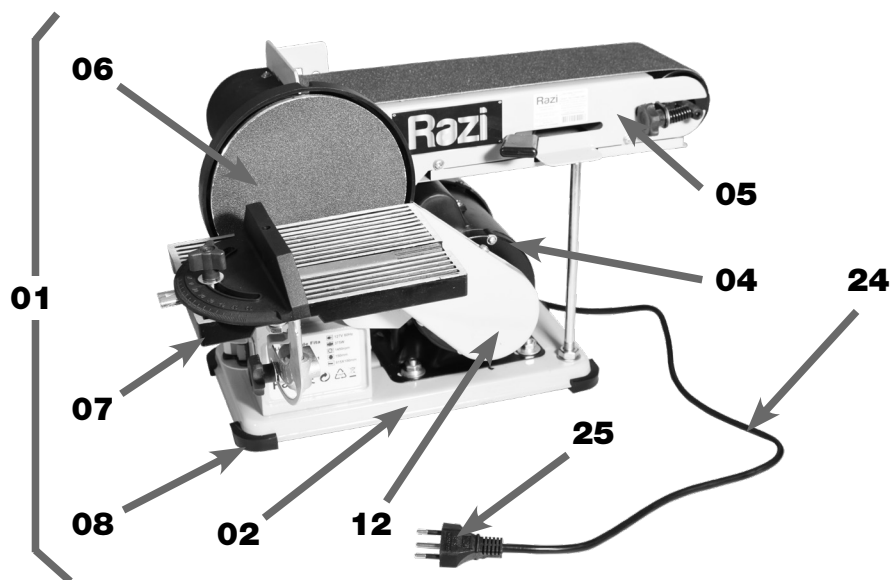
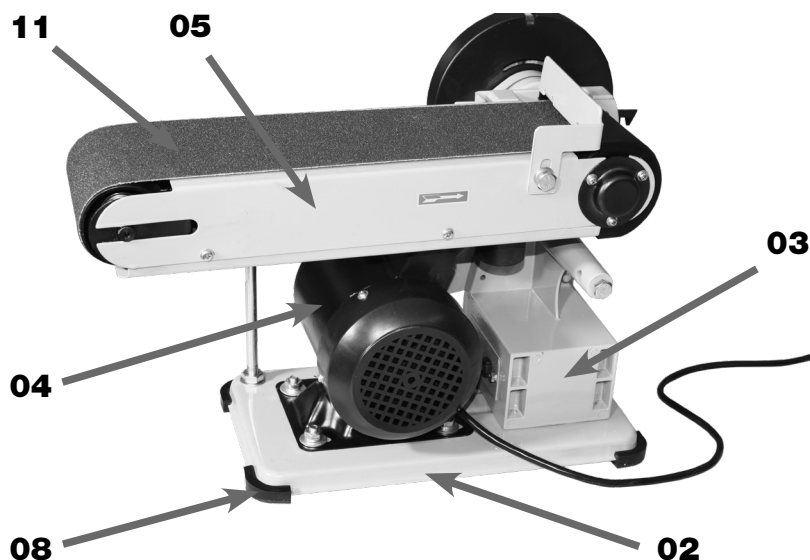
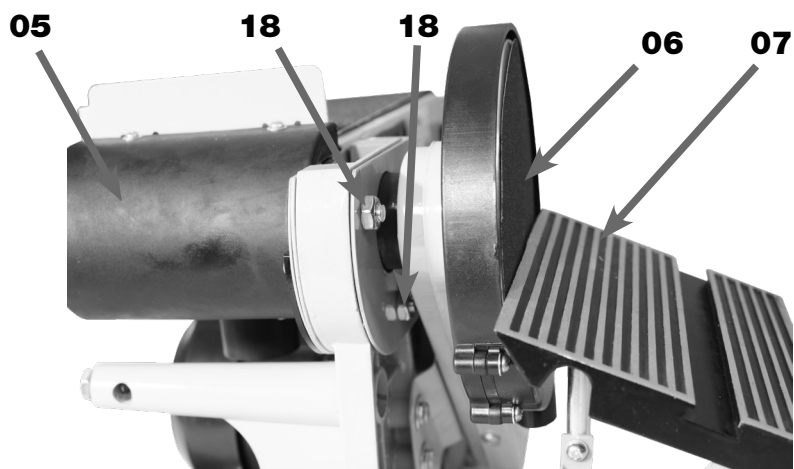

FIGURA 01 – Lixadeira de Fita e Disco de Bancada
FIGURA 02 – Base, Estrutura da Lixa de Fita e Motor
FIGURA 04 – Porcas de Giro da Mesa da Lixa de Fita
Em caso de EMERGÊNCIA, DESLIGAR rapidamente a Chave LIGA/DESLIGA (23) (figura 08) e DESCONECTAR o Plugue de Alimentação (25) (figura 01) da tomada.
A **LIXADEIRA DE FITA E DISCO RZ-LFDB914** da **Razi** foi desenvolvida pelos critérios de qualidade, segurança, modernidade e tecnologia, a fim de atender as necessidades do usuário, em conformidade com as normas técnicas aplicáveis (figura 01).
A Estrutura (03) é fixada sobre a Base (02). Nela está acoplada a Mesa da Lixa de Fita (05), conforme figura 02. Também sobre a Base (02) é fixado o Motor (04), o qual transmite ao Rolo Motor (09) da Mesa da Lixa de Fita (05), movimento da Lixa de Fita (11), por meio de uma Transmissão (12) (figura 01).
Ao afrouxar as Porcas (18) (figura 04) o usuário pode posicionar a Mesa da Lixa de Fita (05) na horizontal até na vertical (figuras 05A e 05B). Na posição horizontal, como apresentada na figura 01, a Mesa da Lixa de Fita (05) toca no Pino Batente (19) (figura 05B).
Na ponta do Eixo do Rolo Motor (17) acopla-se o Disco da Lixa (06) (figura 04). Para apoiar o material a ser lixado no Disco da Lixa (06) (figura 06B) há o conjunto da Mesa da Lixa de Disco (07) (figura 07).